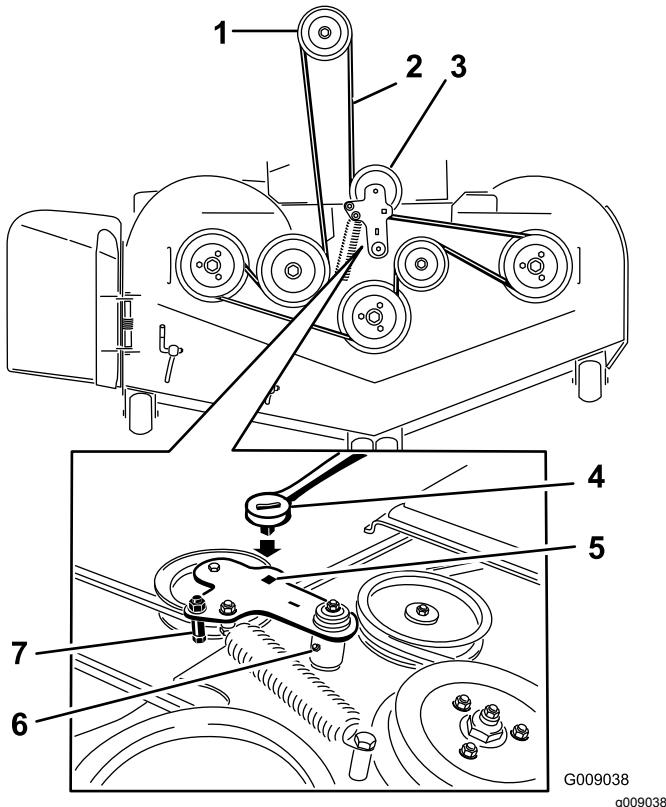

Bild 107
- Heben Sie den Fahrzeugboden an und stecken Sie eine Ratsche in das rechteckige Loch in der Mähwerkspansscheibe (Bild 107).
- Drehen Sie die Mähwerkspansscheibe nach rechts und entfernen Sie den Mähwerkriemen (Bild 107).